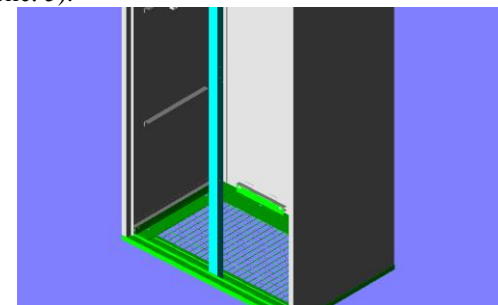

Рис. 5
6. Вставляется передняя стойка и прикручивается четырьмя саморезами (рис. 5).